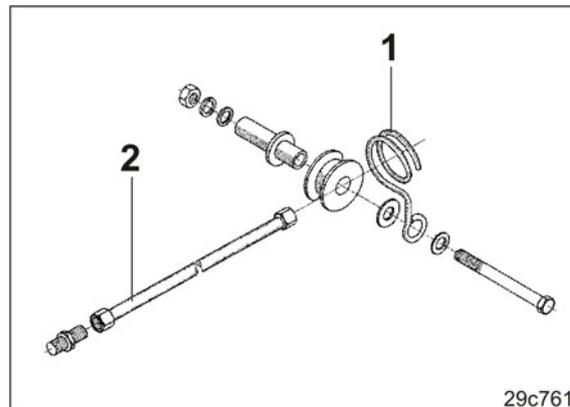
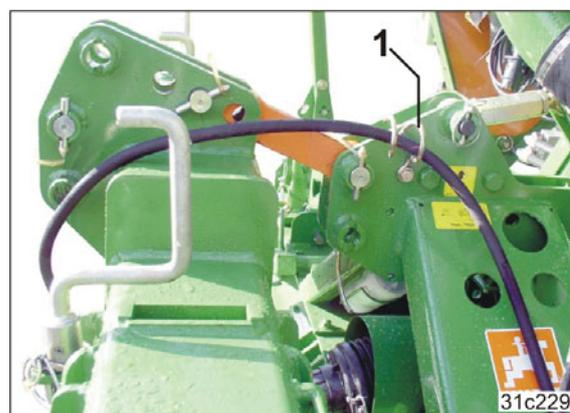

図 16
図 17
3. ホースホルダ (図 16/1) をロータリーカルチベータ / パワーハローのタワーに固定します (図 17 を参照)。
4. トラクター制御装置に接続するシードドリルの油圧ホースには、油圧ホース延長パーツ (図 16/2) を装着します。
5. 油圧ホースとケーブルをホースホルダ (図 17/1) に掛けます。